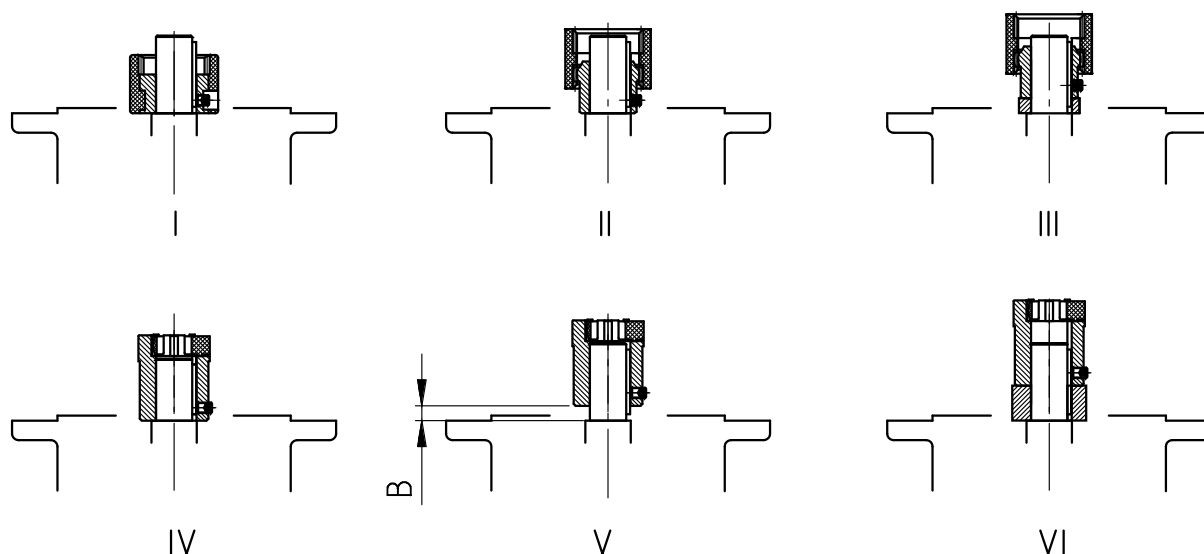

Fig. 15: Montering av koblingen på motorakselen ved forskjellige koblingskonstruksjoner
8. Monter motoren på adapteren. Monter samtidig den medfølgende tannkransen eller tannhylsen (se N360TC Fig. 15: Montering av koblingen på motorakselen ved forskjellige koblingskonstruksjoner). For adapteren AN360TC og AN400TC festes først adapterflensen til motoren og deretter skrues motoren på adapteren.